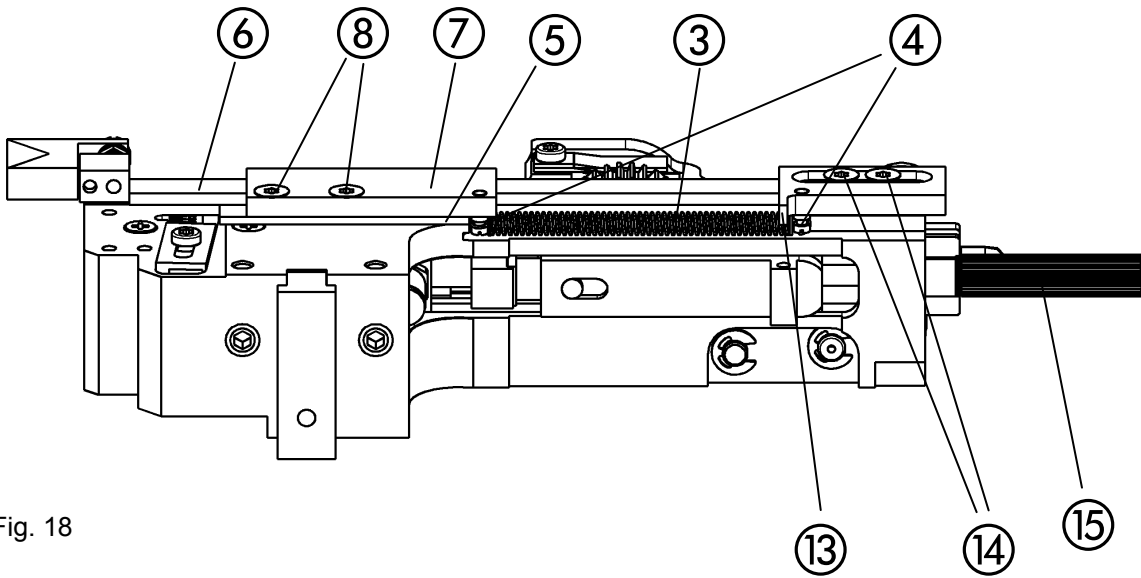

Fig. 18
- Fig. 18 -
- colgar el resorte de tracción ③ en los dos pernos de resorte ④.
- Colocar la placa distanciadora ⑤ en el cabezal cosedor.
- Para el cosido con ojales en anillo es necesaria una segunda placa distanciadora ⑤, ya que de lo contrario el trozo más largo del alambre forma cola en el prisma de centrado ⑰.
- Poner las varillas completas ⑥ con la placa guía ⑦ en la placa distanciadora y fijarla con ayuda de los dos tornillos avellanados ⑧ en la caja.
- Fig. 18, Fig. 18a, Fig. 19 -